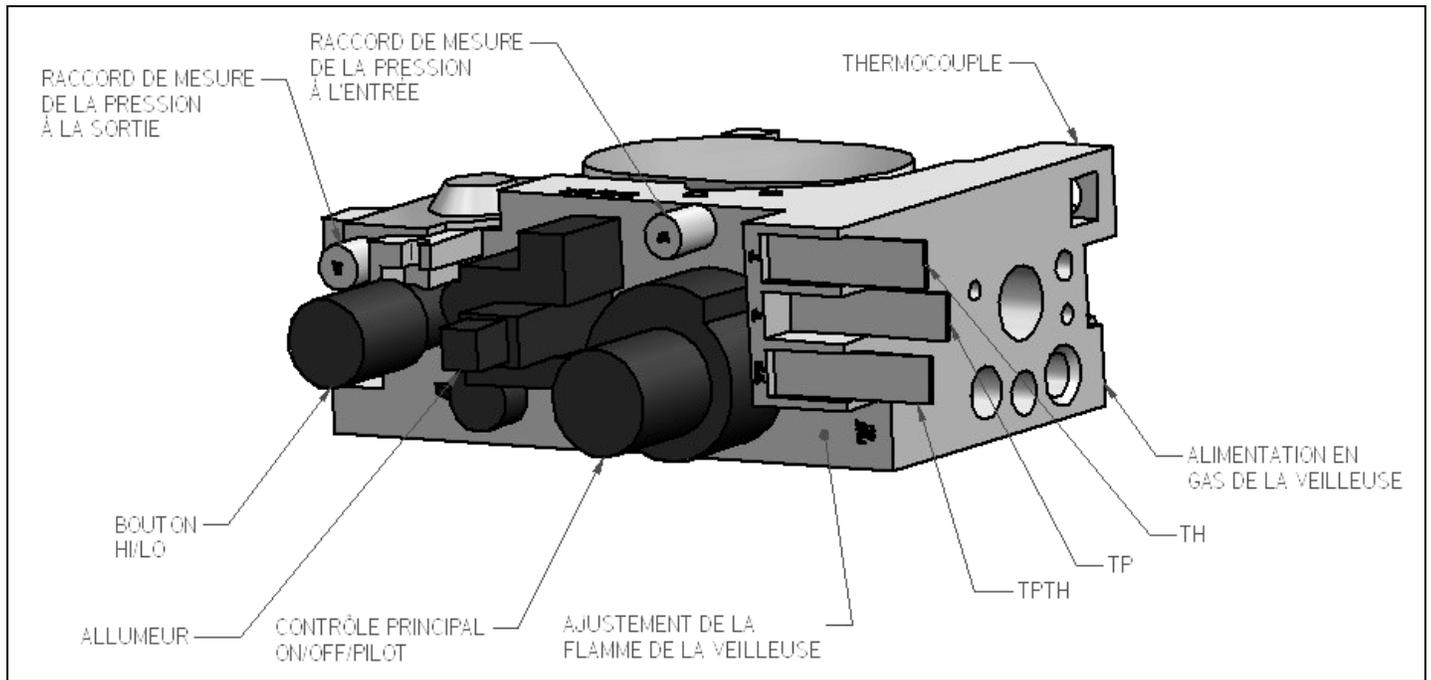

Figure 3
5. Enfoncez légèrement le bouton de contrôle du gaz et tournez-le, dans le sens des aiguilles d'une montre ☺, jusqu'à la position "OFF" (Arrêt) tel qu'illustré à la figure 3 ci-après.
L'appareil est muni d'une valve dont le bouton « HI/LO » (Feu élevé/réduit) permet de contrôler le débit calorifique et la hauteur des flammes (Figure 3).
- La valve de contrôle est munie de dérivations permettant de mesurer la pression d'échappement et celle d'arrivée au gaz (figure 3).
- Lors du premier allumage, vérifiez la pression d'arrivée et de sortie de la valve. La valve de contrôle est munie de dérivations permettant de mesurer la pression d'échappement et celle d'arrivée au gaz. (Figure 3).